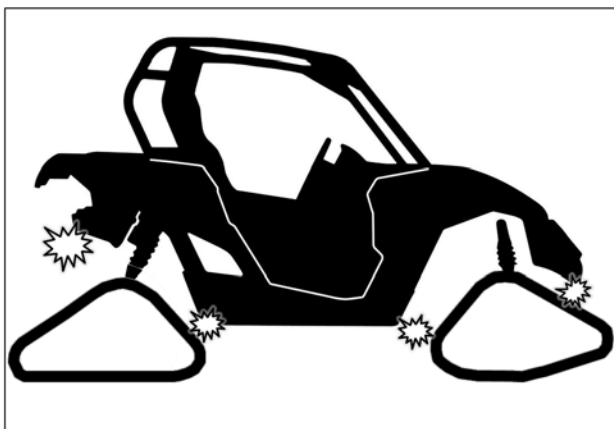

Fig. 25
2. Verify for possible contact between Track System and lower fender corners. See Fig. 25
2. Vérifier s'il y a possibilité de contact entre le système de traction et les coins inférieurs des ailes. Voir la Fig. 25